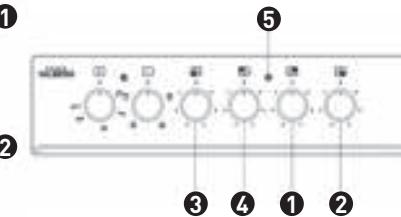

Figure 5
Lorsque le foyer est allumé, le voyant rouge (figure 5, numéro ⑤) sur le tableau de bord s'allume. Ce voyant vous permet de voir si un foyer est resté allumé par erreur. Fermez la manette après la cuisson. Les témoins